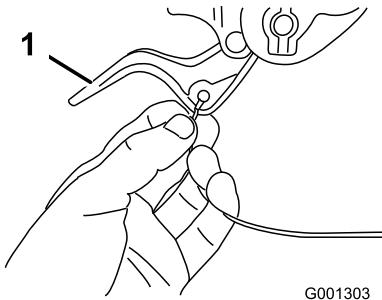

Figure 6
2. Faites passer l'extrême du câble gauche ou droit par-dessus la partie inférieure du guidon et insérez-la dans le trou du levier d'embrayage de roue correspondant (Figure 6).